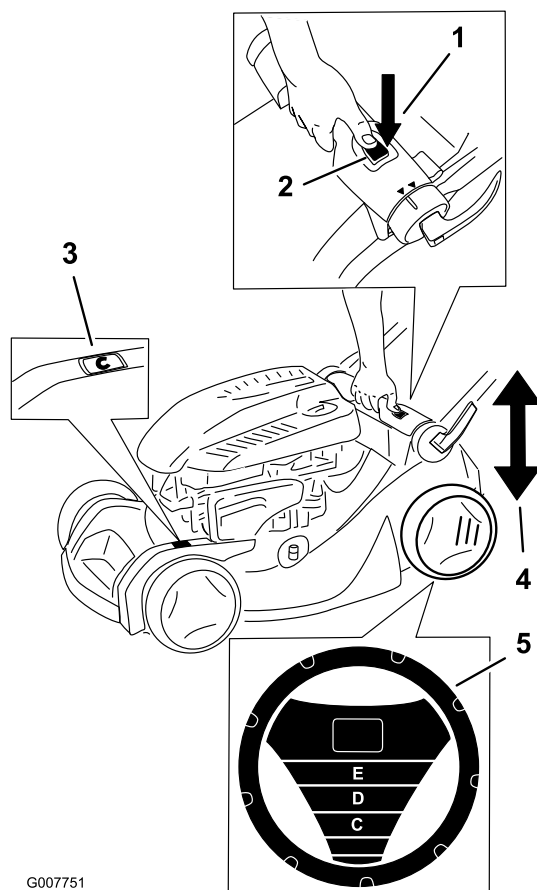

Figura 13
**Nota:** La Smart Wheel® calcula el ajuste adecuado para asegurar que usted no corte más de un tercio de la hoja de hierba (Figura 13).
2. Desplace el cortacésped a la hierba; deje de empujar el cortacésped cuando el dibujo Smart Wheel esté en posición vertical (Figura 13).
4. Apriete el botón de ajuste de la altura de corte y sujete la barra de ajuste de la altura de corte para desplazar la altura de corte hacia arriba o hacia abajo (Figura 13).
5. Levante o baje la barra, y utilice la escala de alturas de corte para fijar la altura de corte deseada (Figura 13).